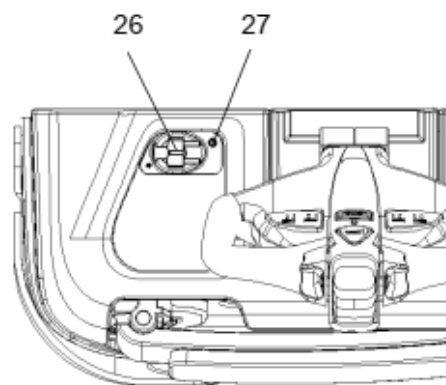

Рис. 15: LED индикаторы зарядного устройства
- Процесс зарядки аккумулятора начнется, когда загорится красный светодиод (рис. 15, поз. 27).
- Когда аккумулятор будет полностью заряжен загорится зеленый светодиод (рис. 15, поз. 27).